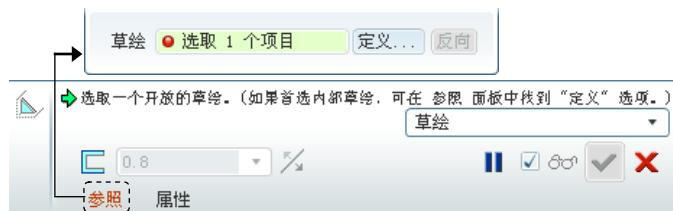

图 5.18.8 轮廓筋特征操控板
钮  ，系统弹出图 5.18.8 所示的操控板，该操控板反映了轮廓筋特征创建的过程及状态。
(1) 在图 5.18.8 所示的操控板的 **参照** 界面中单击 **定义...** 按钮，选取 TOP 基准平面为草绘平面。